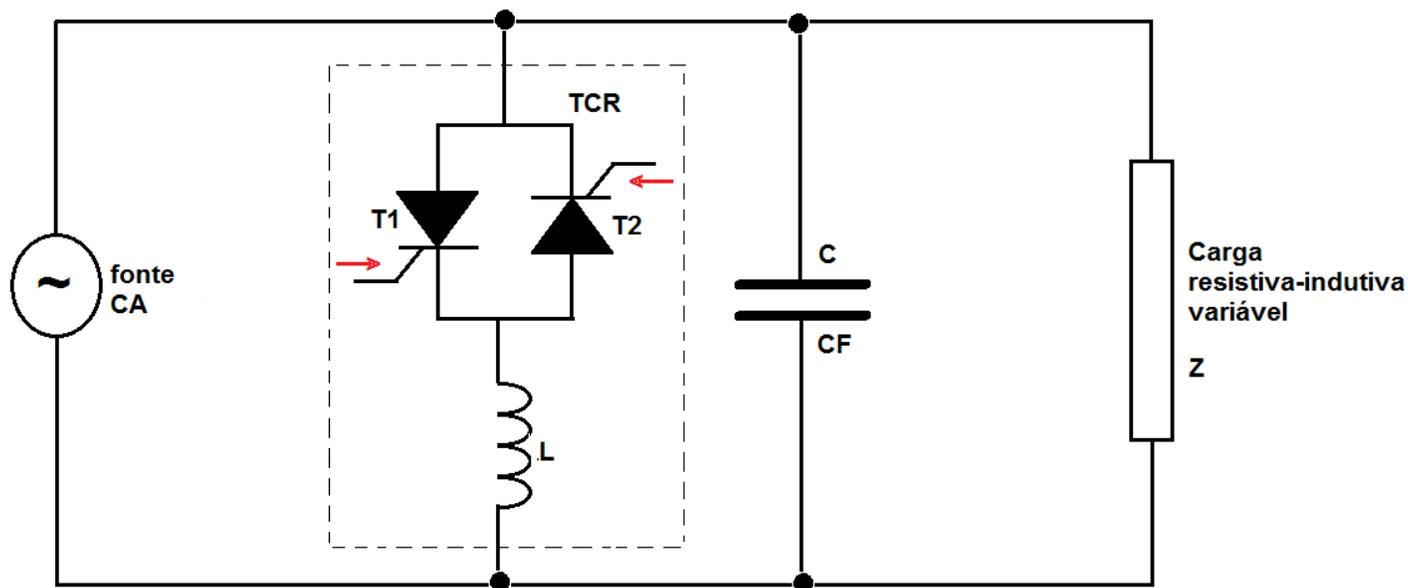

Figura 24 - Compensador estático de VAR monofásico
A figura 24 mostra um compensador estático de potência reativa monofásico com seu banco de capacitores companheiro. Nessa configuração o ramo com os tiristores e indutor é denominado Thyristor Controlled Reactor (TCR) e opera com um capacitor fixo (CF) configurando o que denominamos de compensador estático de VAR. Os tiristores são controlados para disparo na região entre 90° e 180° e no projeto, procura-se reduzir a resistência do reator ao máximo possível de modo a maximizar a operação de gerador de reativos atrasados do mesmo.